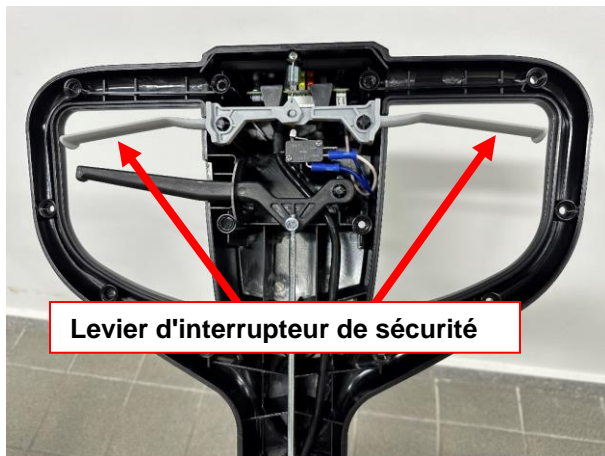

Figure 9
19. Retirer l'ensemble du levier à commutateur de sécurité (figure 9).